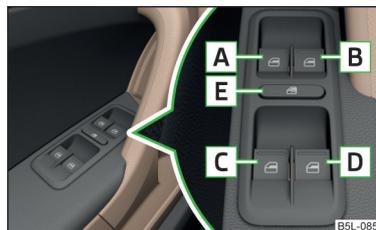

Fig. 38
Teclas de los elevalunas » fig. 38
- Después de abrir la puerta del conductor o acompañante es posible el manejo de las ventanas solamente por la tecla **A** » fig. 38 presionándola/tirándola por 2 segundos.
- **o**: Apagar el encendido, abrir la puerta del conductor y mantener la tecla **A** hasta el tope en la posición de apertura » fig. 38 de la pág. 57.
- **o**: Apagar el encendido, abrir la puerta del conductor y mantener la tecla **A** hasta el tope en la posición de cierre » fig. 38 de la pág. 57.